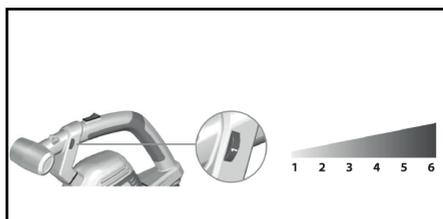

рис. 12
- Для регулировки числа оборотов двигателя используйте специальный переключатель (рис. 12)